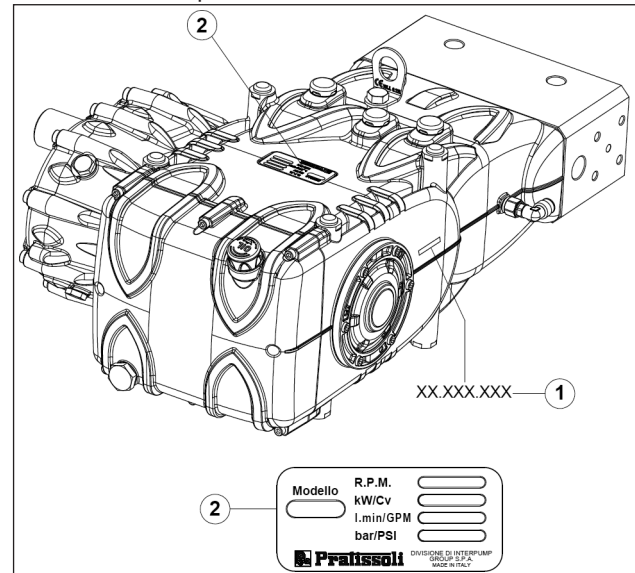

Fig. 1
Chaque pompe dispose de son propre n° de série XX.XXX.XXX, voir rep. ① et d'une plaquette d'identification, voir rep. ② Fig. 1 contenant :